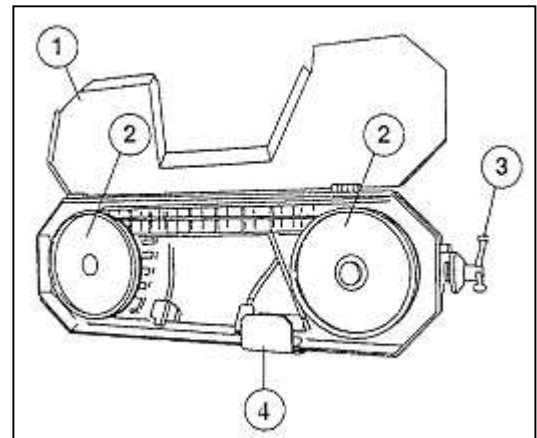

Figure 6
2. Oter la protection guide ruban [4 fig.6].
3. Ouvrir le carter d'accès au ruban [1 fig.6] en décrochant les fermetures situées à chaque extrémité du protecteur.
5. Le carter mobile [1 fig.6] est équipé d'un micro-contact de sécurité d'ouverture [1 fig.7], empêchant le démarrage de la scie à ruban.
6. Détendre le ruban au moyen du volant de tension [3 fig.6] avec précaution (risque de retour de lame).
7. Retirer le ruban défectueux des poulies [2 fig.6] avec précaution.
11. Effectuer une tension légère du ruban au moyen du volant [3 fig.6] en s'assurant que le ruban est parfaitement mis sur les poulies.
12. Refermer la protection ruban [1 fig.6] en utilisant les crochets situés à chaque extrémité.
13. Remonter la protection du guide ruban [4 fig.6].